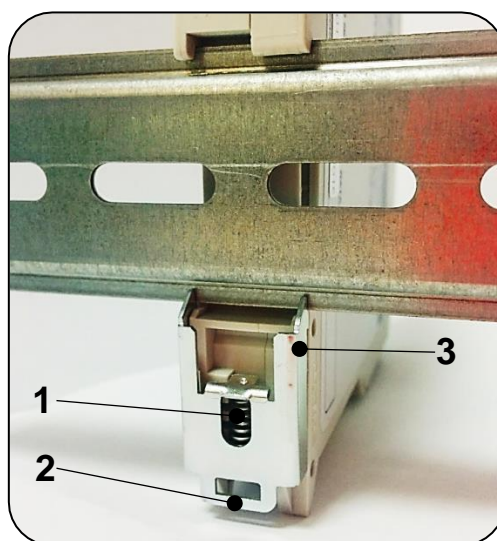

Рис. 4 – Демонтаж изделий
Демонтаж изделия осуществляется в обратном порядке. Чтобы демонтировать изделие, необходимо оттянуть вниз при помощи отвёртки пружину (1) фиксатора (3) за квадратное отверстие в металлическом язычке (2) (Рис. 4).